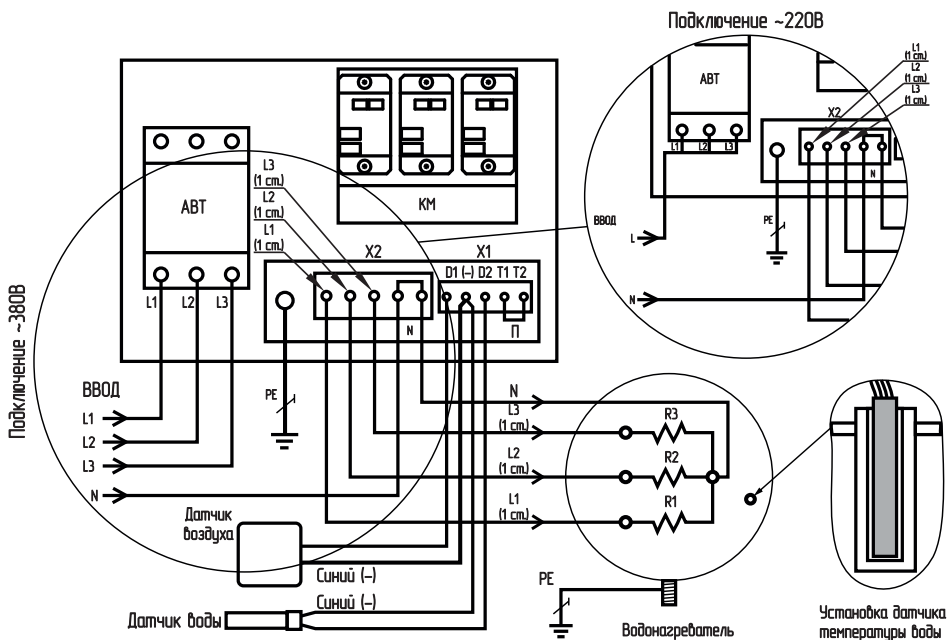
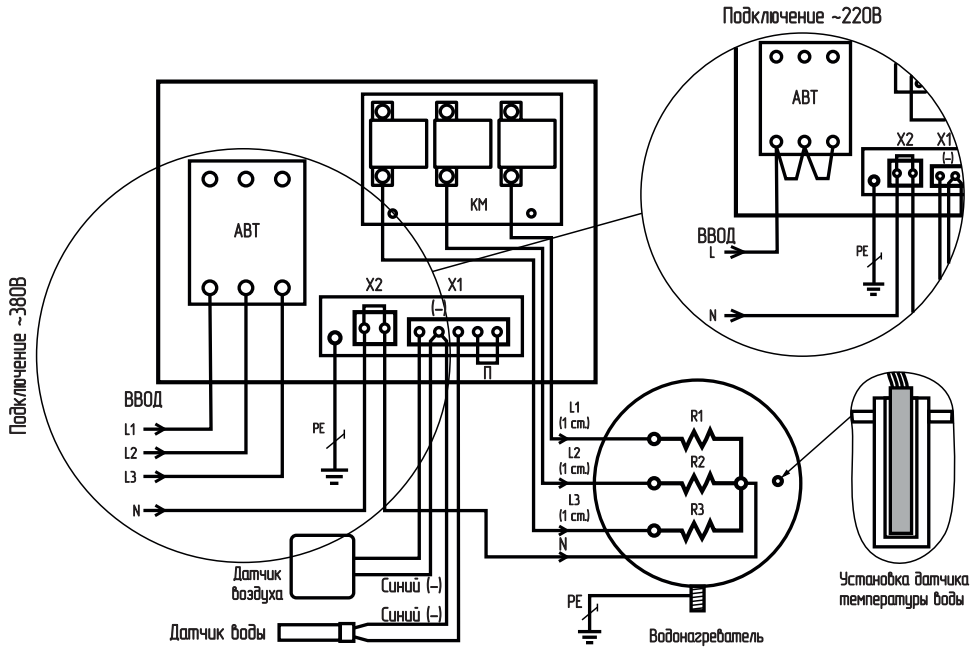
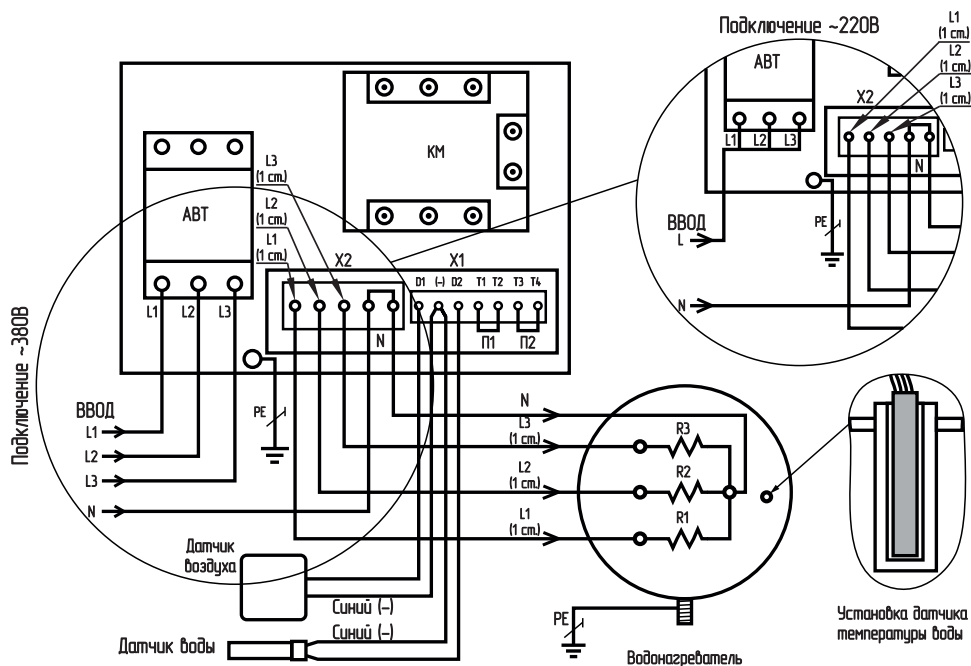

Рис.1 Схема подключения ПУ ЭВТ мощностью до 9 кВт
Рис.2 Схема подключения ПУ ЭВТ мощностью до 15 кВт
Рис.3 Схема подключения ПУ SSR мощностью до 9 кВт и до 15 кВт
- Эксплуатация панели управления должна осуществляться только при условии ее подключения в соответствии со схемой подключений (**Рис.1; Рис.2; Рис.3**);
9. Подключите панель к питающей сети кабелем соответствующего сечения, исходя из номинальной мощности котла или ТЭНБ, согласно схеме подключений (**Рис.1; Рис.2; Рис.3**) настоящего паспорта и инструкции по эксплуатации.
10. При подключении панели управления к однофазной сети переменного тока соедините вместе клеммы L1, L2, L3 вводного автомата и подключите их к фазному проводу питающей сети. Нулевой провод питающей сети подключается согласно схеме (**Рис.1; Рис.2; Рис.3**).
- Поместите в него датчик до упора, предварительно смазав термопастой (**Рис.1; Рис.2; Рис.3**);
- Подключите датчики к монтажной колодке X1 в соответствии со схемой (**Рис.1; Рис.2; Рис.3**), обращая особое внимание на полярность датчиков. Провода датчиков синего цвета, помеченные знаком (-) подключаются на клемму колодки X1, помеченную знаком (-) (**Рис.1; Рис.2; Рис.3**). Датчики подключаются медными проводами сечением 0,5-0,75 мм² необходимой длины. При длине провода более 10 метров желательно использовать провода, свитые в пары (не более 50 метров);
12. Подключите панель к котлу или твердотопливному котлу с установленным ТЭНБ, согласно схеме подключений (**Рис.1; Рис.2; Рис.3**) кабелем соответствующего сечения, исходя из номинальной мощности котла или комплекта ТЭНБ;
13. Выполните заземление (защитное зануление) корпуса панели, в соответствии со схемой подключений (**Рис.1; Рис.2; Рис.3**).
- Защитный нулевой провод (PE) должен подсоединяться к клемме «ЗАЗЕМЛЕНИЕ» внутри панели и к корпусу котла электрического или болту заземления твёрдотопливного котла с комплектом ТЭНБ;
- Нулевой рабочий провод сети (N) должен подсоединяться к колодке X2 «НЕЙТРАЛЬ» внутри панели и к общему проводу ТЭН котла или ТЭНБ;
- Подключить внешний термостат к монтажной колодке X1 вместо перемычки (П) **Рис.1; Рис.2** или (П1) **Рис.3** для ПУ ЭВТ SSR до 9 и до 15 кВт.
Внимание! В случае отсутствия перемычки (П или П1 для ПУ ЭВТ SSR до 9 и до 15 кВт) или срабатывания внешнего термостата, подключенного вместо перемычки к колодке X1 (**Рис.1; Рис.2; Рис.3**) устройство будет отключено.
- Подключить датчик перегрева теплоносителя к монтажной колодке X1 вместо перемычки (П2) **Рис.3**.
Внимание! В случае отсутствия перемычки (П2) или срабатывания датчика перегрева теплоносителя, подключенного вместо перемычки к колодке X1 (**Рис.3**) устройство будет отключено.